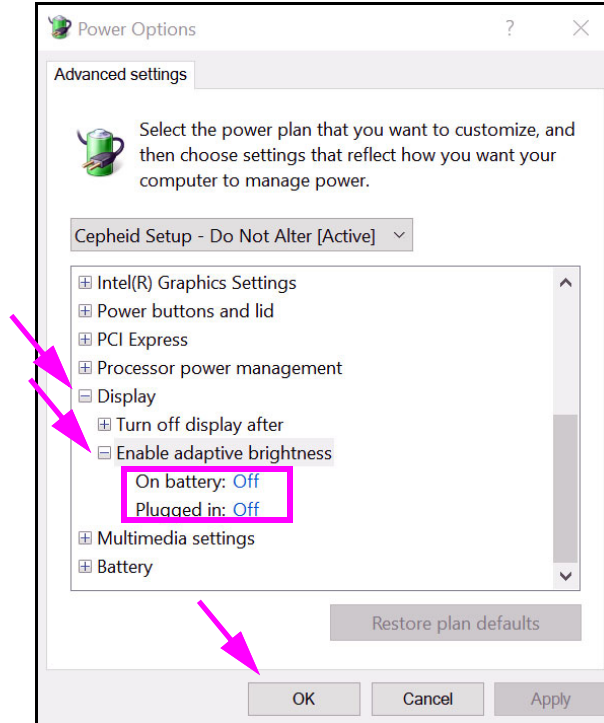

Abbildung 2-28. Fenster „Power Options – Advanced Settings (Display)“ (Energieoptionen – Erweiterte Einstellungen (Bildschirm))
7. Doppelklicken Sie im Fenster „Power Options – Advanced Settings“ (Energieoptionen – Erweiterte Einstellungen) auf **Display (Bildschirm)**, um die Liste aufzuklappen, und anschließend auf **Enable adaptive brightness (Adaptive Helligkeit aktivieren)**. Siehe Abbildung 2-28.